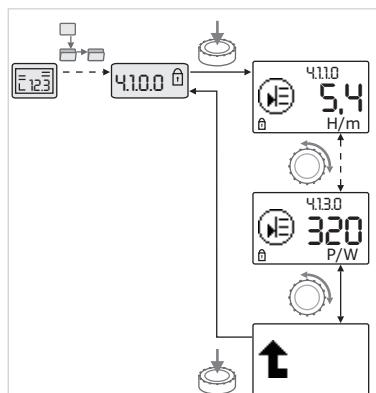

Fig. 37: Activar informações
- Ao rodar o botão vermelho, pode comandar-se elementos de menu do tipo “Informação” do submenu actual (ver fig. 37). A explicação das regulações representadas pelos símbolos encontra-se na tabela do capítulo 8.7 “Elementos de menu de referência” na página 146.